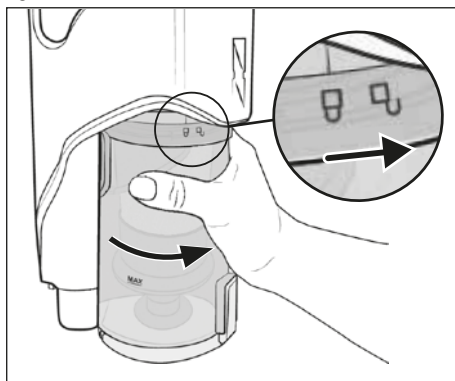

Fig. 23
- 8) Remettez le bac à poussière ⑦ dans l'appareil et tournez-le dans le sens du symbole  (fermer) jusqu'à ce qu'il soit bien en place dans l'appareil (voir figure 23).